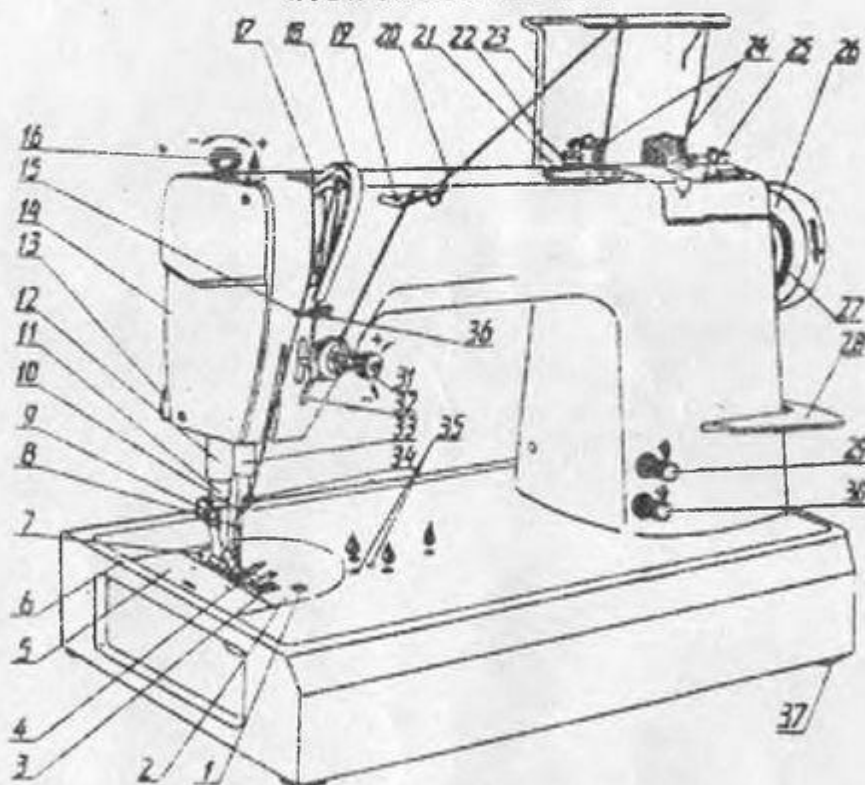
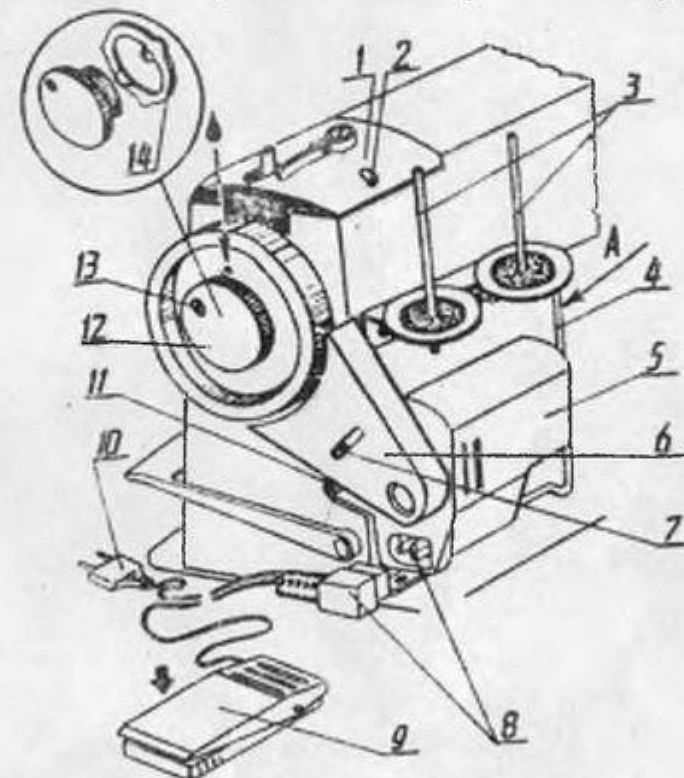
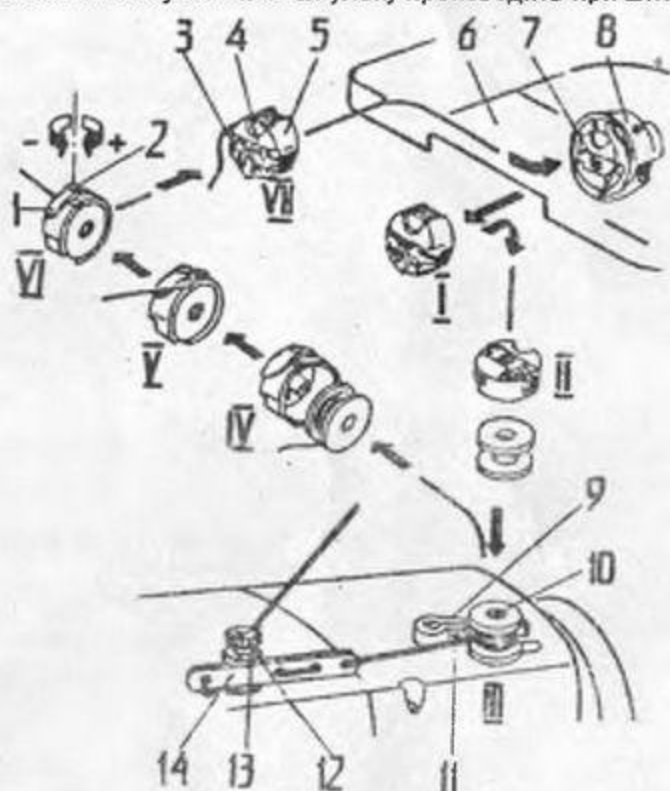
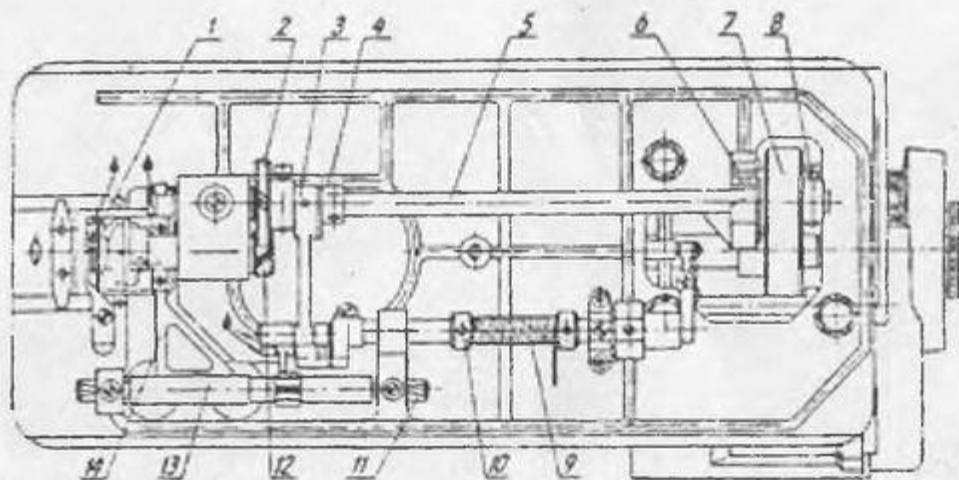

Рис. 1. Общий вид машины:
Рис. 2. Подключение машины:
Рис. 3. Челнок и шпулька
Рис. 5. Вид машины снизу (без основания):
1.4. Маховик 26 (рис. 1) поворачивать только в направлении, указанном на нем стрелкой.
высота (без стойки 23 (рис. 1))
5.2. Во избежание непроизвольного пуска электродвигателя в перерывах между работами необходимо снимать ногу с педали 9 (рис. 2).
6.3. Установить бобины (катушки) с нитками на стержни 3. Поднять лапку 7 (рис. 1) рычагом 13. Поворотом маховика 26 установить иглу 8 в верхнее положение.
6. 4. Отодвинуть пластину 5, захватить двумя пальцами левой руки рычаг 3 (рис. 3) и вынуть шпулечный колпачок со шпулькой. Далее поступать, как показано на рис. 3.
После установки шпульки 10 на шпindel 25 (рис. 1) и заправки ниток на шпульке необходимо вращением на себя ослабить винт 12 (рис. 2), прижать шпindel моталки к маховику 26 (рис. 1) и нажать педаль 9 (рис. 2). Моталка автоматически выключится после того, как на шпульку будет намотано достаточное количество ниток.
Плотность наматывания ниток на шпульку регулируется гайкой 12 (рис. 3).
После установки шпулечного колпачка в челнок проверить надежность его фиксации на оси 7. Зажать винт 12 (рис. 2).
6.5. Заправить игольную нитку, как показано на рис. 1. Взять левой рукой свободный конец игольной нитки, повернуть маховик машины на один оборот (для переплетения игольной и челночной ниток), потянуть на себя игольную нитку до тех пор, пока челночная не вытянется наверх. Затем обе нитки оттянуть под лапкой в направлении от себя.
6.6. При шитье в местах утолщения шва (на поперечных швах и перепадах) необходимо снизить частоту вращения главного вала с помощью педали 9 (рис. 2).
Регулировку натяжения челночной нитки производить винтом 2 (рис. 3), а игольной—гайкой 31 (рис. 1).
6.10. Скорость работы машины регулировать усилием нажатия на педаль 9 (рис. 2).
6.11. Для замены иглы 8 (рис. 1) необходимо поворотом маховика 26 установить иглу в крайнее верхнее положение, отвернуть винт 34 и вынуть иглу.
Не реже одного раза в год необходимо смазывать консистентной смазкой (технический вазелин, солидол и т.п.) подшипники качения, установленные на главном валу, предварительно сняв крышки 14 (рис. 1) и 1 (рис. 2), а также подшипник 6 (рис. 5), шестерню 2 и вал-шестерню 12, предварительно сняв головку машины с основания. Винт крепления головки к основанию можно отвернуть, наклонив головку от себя.